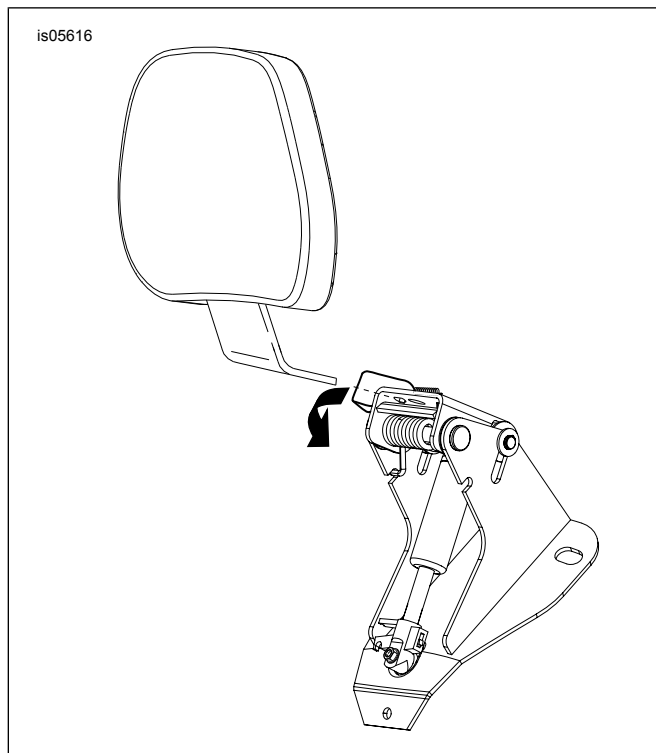

Figure 13. Installer le dossier
1. Consultez Figure 13 . Appuyer sur le levier du support du dossier comme indiqué.